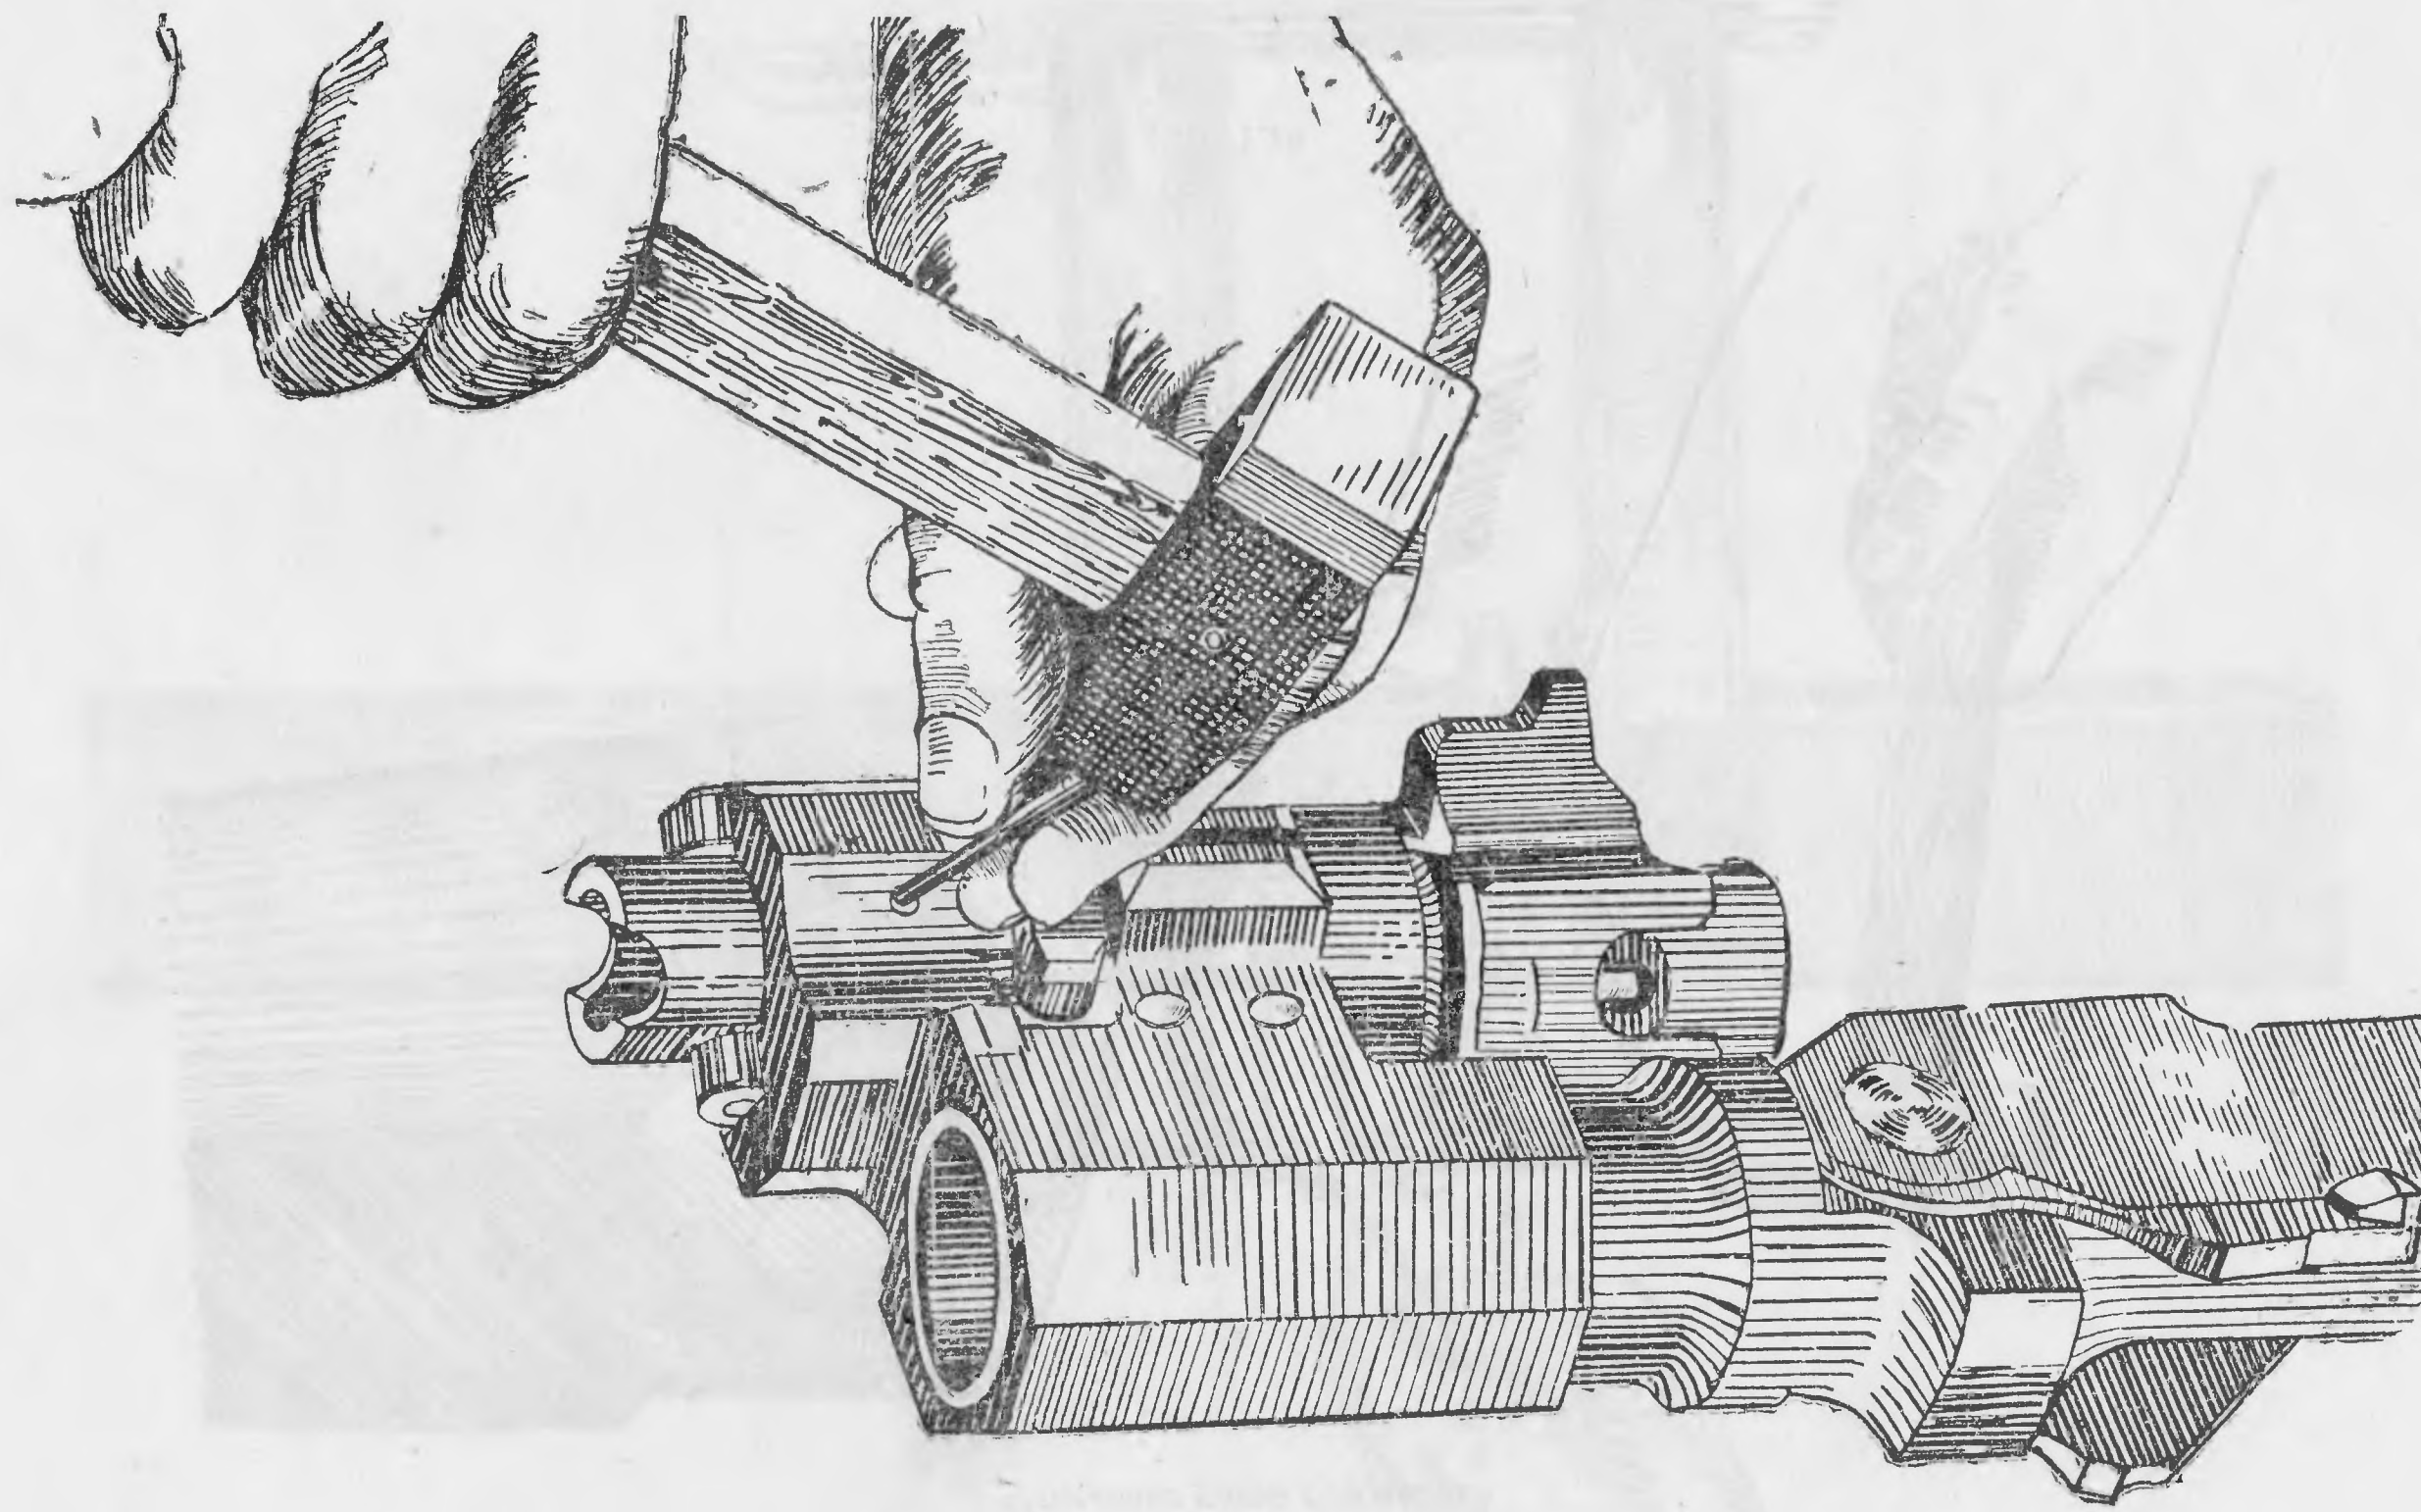

Рис. 7.11
3) выбейте штифт в сторону большего отверстия выколоткой Ø3 (рис. 7.11);